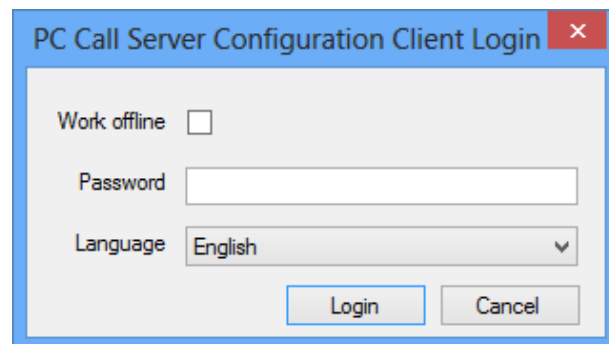

рисунок 61.1: Вход в PCCstConfig
- 2 Нажмите *PC Call Server Configuration Client*. Отобразится экран, подобный экрану, изображенному на рисунок 61.1.